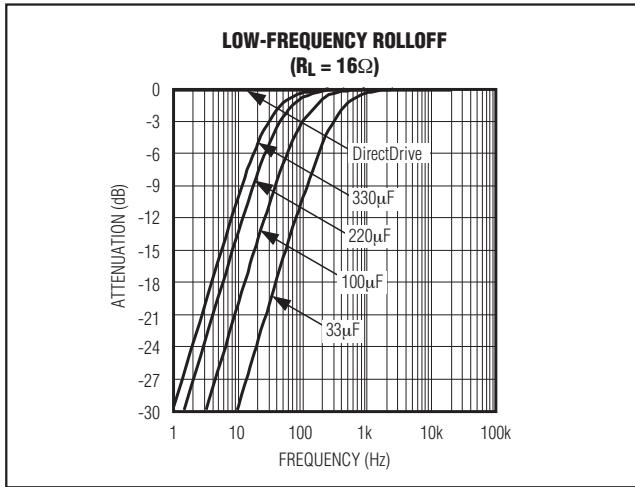

图2. 常用隔直电容的低频衰减
- 传统单电源单端耳机放大器需要使用高通滤波器来将音频信号中的直流成分与耳机隔离。根据所选的-3dB点，该滤波器会衰减音频带内的低频信号。虽然较大容量的  $C_{OUT}$  电容可以减少这种衰减，但是体积更大，价格昂贵。图2给出了  $C_{OUT}$  容量与低频衰减的对应关系。注意Vista的幅值响应规范要求耳机插孔的-3dB点为20Hz。对于32Ω的耳机，-3dB点为20Hz时需要330μF的隔直电容(表2)。